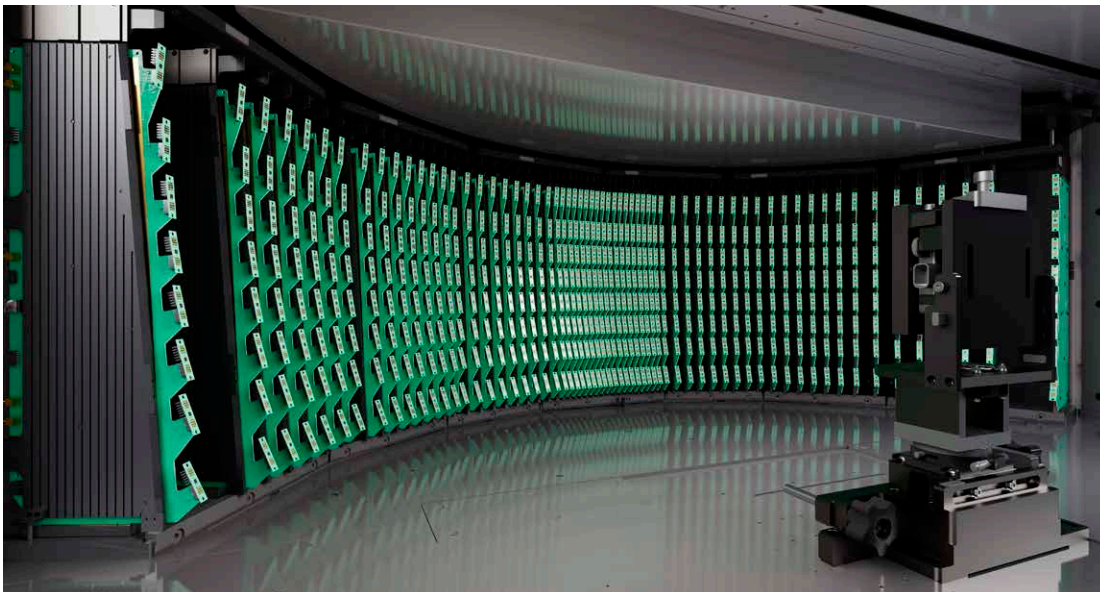

图 6. 将 64 块电路板组合成射频前端屏幕的动画
- 64 块电路板排列成半圆形阵列，形成仿真屏幕 (图 6)